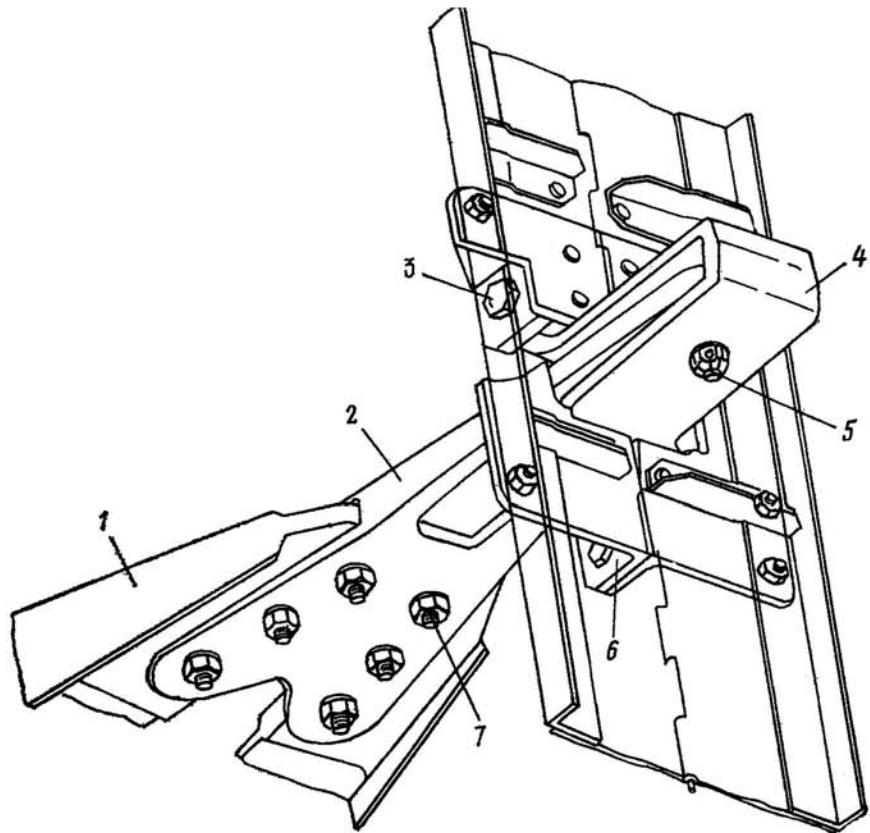

Рис. 1.14. Навеска руля направления:
12. Навесьте руль направления на киль, совместив отверстия в кронштейнах 4 (рис. 1.14) и кронштейнах 6. Закрепите кронштейны технологическими болтами диаметром 7 мм.	Установка кронштейна 4 на кронштейн 6 должна производиться на сыром грунте ФЛ-086.
<p>26. Установите крышку хвостового обтекателя фюзеляжа и щелевые ленты с обеих сторон нижней части руля, засинтив винты крепления.</p> <p>ВНИМАНИЕ. ПРИ УСТАНОВКЕ РУЛЯ НАПРАВЛЕНИЯ РАНЕЕ УЖЕ СТОЯВШЕГО НА САМОЛЕТЕ УСТАНОВКУ НОВЫХ КРОНШТЕЙНОВ 4 (СМ. РИС. 1.14) НЕ ПРОИЗВОДИТЕ, ЕСЛИ ПОСЛЕ НАВЕСКИ НА СТАРЫЕ КРОНШТЕЙНЫ ВЫДЕРЖИВАЮТСЯ ВСЕ НЕОБХОДИМЫЕ ЗАЗОРЫ СОГЛАСНО РИС. 1.9.</p>